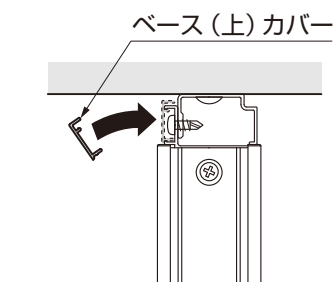
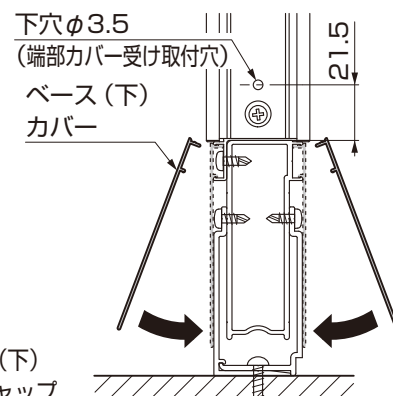

図4-6
図4-8
- ②図4-6、図4-8を参照してベース（上）、（下）カバーを取付けてください。
- ①図4-8を参照して、パーティションに下穴φ3.5をあけ、端部カバー受けを【2-1】で取付けてください。
- ②端部カバーをパーティションにはめてください。